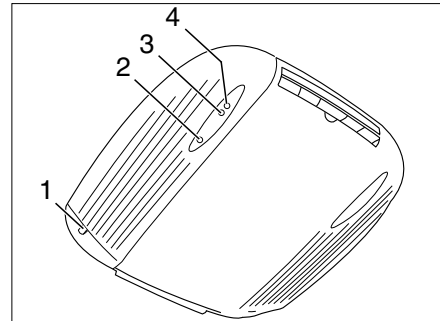
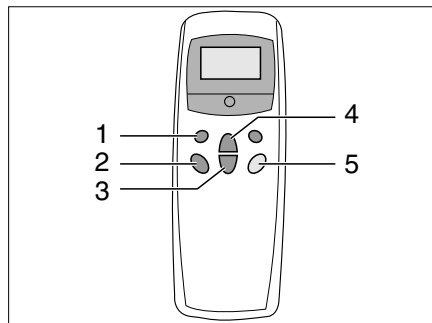

Bild 180 Innenansicht
Bild 181 Fernbedienung
Die Klimaanlage ist auf dem Dach des Fahrzeugs angebracht. Die Fernbedienung (Bild 181) für die Klimaanlage befindet sich im Küchenbereich.
- Fahrzeug an die 230-V-Versorgung anschließen. Die Klimaanlage ist betriebsbereit. Die rote LED (Bild 180,2) leuchtet.
- Am Schalter (Bild 181,5) die Fernbedienung einschalten.
- Die gewünschte Betriebsart mit der Taste (Bild 181,1) einstellen. Die grüne Kontroll-Leuchte (Bild 180,3) zeigt den Kühlbetrieb, die rote Kontroll-Leuchte (Bild 180,4) den Heizbetrieb an.
- Bei Bedarf mit den Tasten (Bild 181,3 und 4) die gewünschte Gebläseleistung und Raumtemperatur einstellen.
- Zum Ausschalten die Taste (Bild 181,5) auf der Fernbedienung erneut drücken.